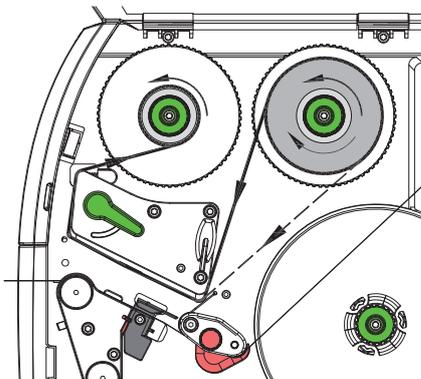

Bild 22 Transferfolienlauf
5. Transferfolienrolle (1) festhalten und Drehknopf am Abwickler (3) gegen den Uhrzeigersinn drehen, bis die Transferfolienrolle fixiert ist.
6. Geeigneten Transferfolienkern (4) auf den Transferfolienaufwickler (5) schieben und in gleicher Weise fixieren.
7. Transferfolie wie in Bild 22 durch die Druckbaugruppe führen.
8. Transferfolienanfang mit einem Klebestreifen am Transferfolienkern (4) fixieren. Hierbei die Rotationsrichtung des Transferfolienaufwicklers entgegen dem Uhrzeigersinn beachten.
9. Transferfolienaufwickler (5) entgegen dem Uhrzeigersinn drehen, um den Transferfolienlauf zu glätten.
10. Hebel (6) in Uhrzeigerrichtung drehen, um den Druckkopf zu verriegeln.